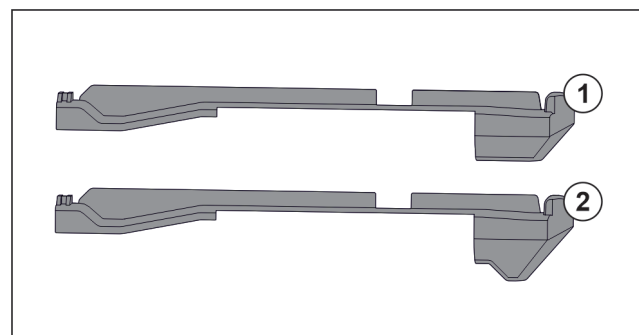

Fig. 78 Vergelijking van de insteekelern
In het apparaat bevinden zich twee verschillende insteekelern. Het insteekelern boven de onderste lade Fig. 78 (2) heeft een driehoekige rand. Alle overige insteekelern Fig. 78 (1) hebben een rechte rand.
- ▶ Insteekelern Fig. 78 (2) met de driehoekige rand boven de onderste lade aanbrengen.
- ▶ Insteekelement Fig. 78 (1) met rechte rand op alle overige plekken aanbrengen.